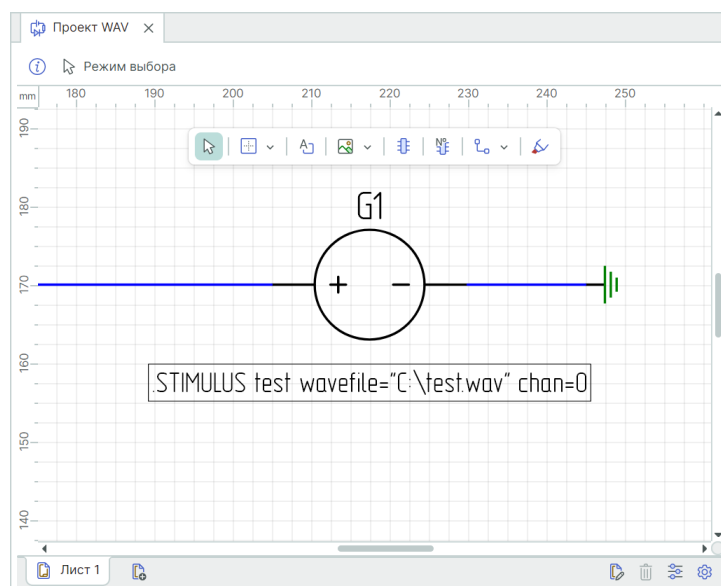

Рис. 163 Размещение SPICE-текста
2. Разместите объект «SPICE-текст» и заполните данными по одному из описанных выше шаблонов, например, *.STIMULUS test wavefile="C:\test.wav" chan=0*, см. Рис. 163;